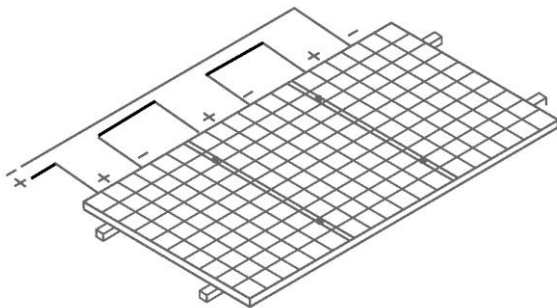

Abbildung. 5 Reihenschaltung
- Verwenden Sie keine unterschiedlichen Modultypen in derselben PV-Solaranlage. Wenn Module in Reihe geschaltet werden, darf die Spannung jedes Strangs die maximale Systemspannung nicht überschreiten (Reihenschaltungsmethode wie in Abb. 5 unten dargestellt). Referenzformel für die maximale Anzahl der in Reihe geschalteten Module: maximale Systemspannung der Module / (1,25\*Leerlaufspannung).